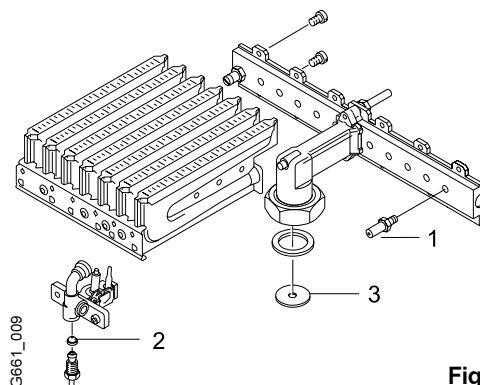

Fig. 5
- Smontare il bruciatore (fig. 5).
- Smontare i gruppi destro e sinistro del bruciatore, sostituire gli ugelli con quelli appropriati al tipo di gas (fig. 5, pos. 1).
- Sostituire l'ugello pilota (fig. 5, pos. 2).
- Sostituire o eliminare il diaframma gas (fig. 5, pos. 3).